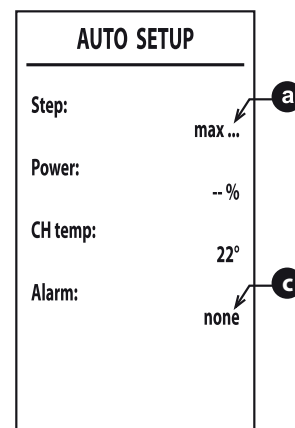

fig. 60 -
6. Dopo l'accensione, il bruciatore si posiziona alle varie potenze (max, med, min) indicate dal punto  ("fig. 60 -").
8. Qualora la sequenza di accensione descritta al punto "6" non sia andata a buon fine, compare la scritta max_err al punto  e un codice di errore al punto  ("fig. 60 -").